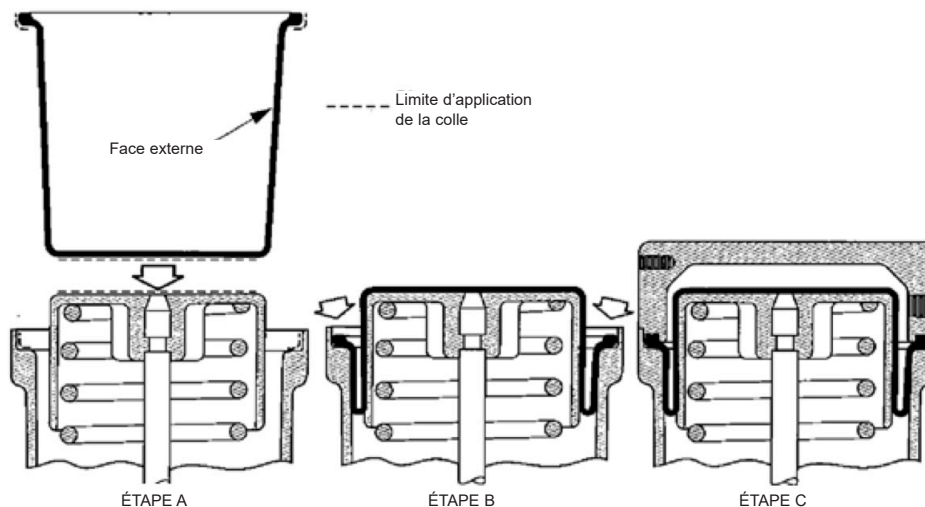

Figure 7 - Méthode 2
- K-2. Serrez le bourrelet de la membrane (40) entre les lèvres du boîtier de la membrane (42) et le cylindre du ressort (Figure 7 - Méthode 2, étape C).